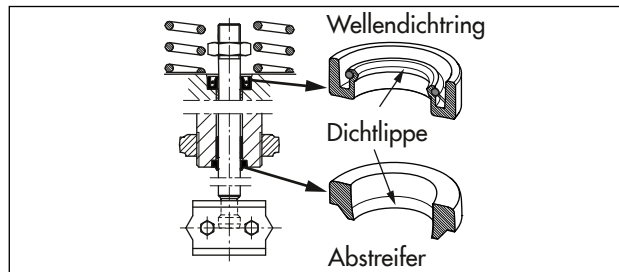

Bild 27: Ausrichtung Wellendichtring und Abstreifer
6. Wellendichtring mit geeignetem Werkzeug montieren. Dabei die korrekte Ausrichtung des Wellendichtrings beachten, vgl. Bild 27.